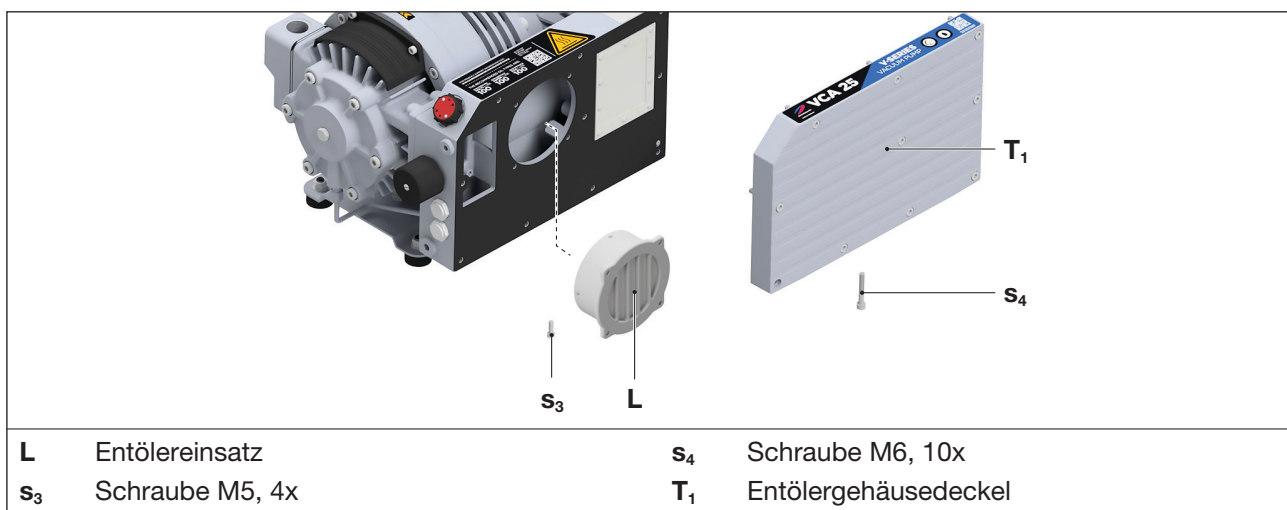

Abb. 8 Entölereinsatz
- b) Schrauben (Abb. 8/s₄) am Entölergehäusedeckel (Abb. 8/T₁) lösen und Entölergehäusedeckel (Abb. 8/T₁) abnehmen.
- c) Schrauben (Abb. 8/s₃) am Entölereinsatz (Abb. 8/L) lösen und Entölereinsatz herausnehmen.
- d) Neuen Entölereinsatz (Abb. 8/L) einsetzen und mit den Schrauben (Abb. 8/s₃) befestigen. Schrauben handfest anziehen.
- e) Entölergehäusedeckel (Abb. 8/T₁) wieder aufsetzen und mit den Schrauben (Abb. 8/s₄) befestigen. Anzugsmoment: 10 Nm
- Die Ringschraube am Motor (Abb. 8/m) fest anziehen und Hebezeug an der Ringschraube des Motors befestigen. Sind keine Ringschrauben vorhanden, den Motor mittels Rundschlingen aufhängen.